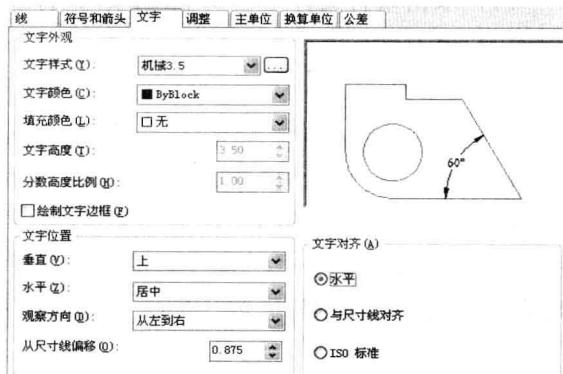

图 7-2-11
(10) 单击“继续”按钮，弹出“新建标注样式：机械 3.5：角度”对话框，单击“文字”选项卡，“文字对齐”选择“水平”，此时在对话框预览窗口中角度标注的角度值显示为水平对齐，如图 7-2-11 所示。